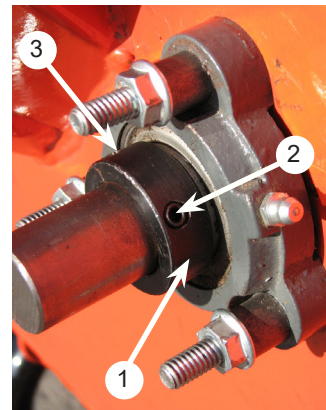

Figura 5.6, Rodamiento de rotor
3. Use un punzón y martillo en un orificio de punzón (3) para dar golpecitos en los collarines de sujeción en dirección opuesta a la rotación normal (Figura 5.6).